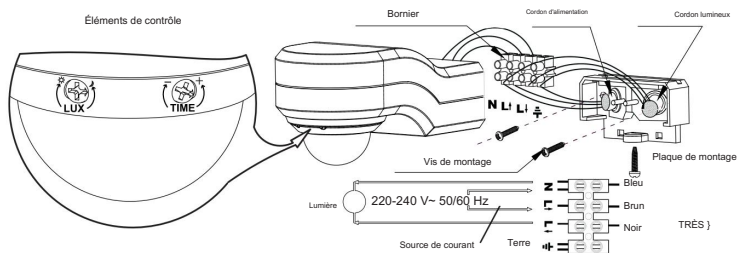

Figure 2
INSTALLATION (voir également Fig. 2)
8. Connectez le câble d'alimentation et le câble d'éclairage au clip de borne (voir fig. 2).
COMPRENDRE LES ÉLÉMENTS DE COMMANDE (s. Fig. 2)